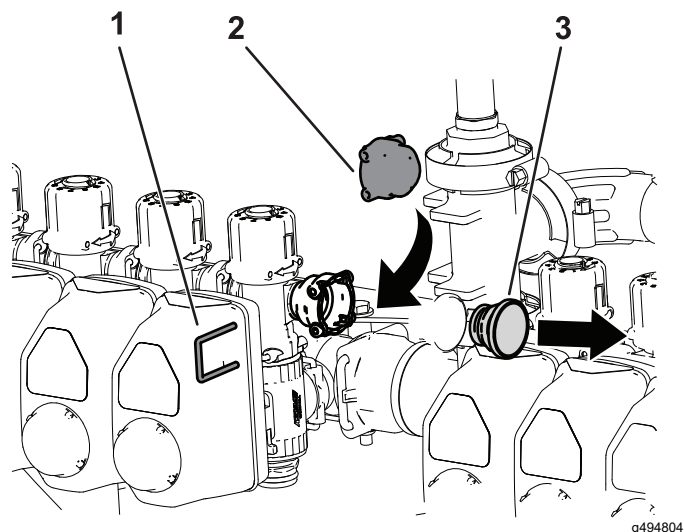

**Figura 6**
5. Instale o conjunto de ajuste de purga, a tampa fêmea, os anéis de vedação O-ring, a válvula de bloqueio e o conjunto de união e tubo utilizando os fixadores previamente removidos como se mostra na Figura 6.